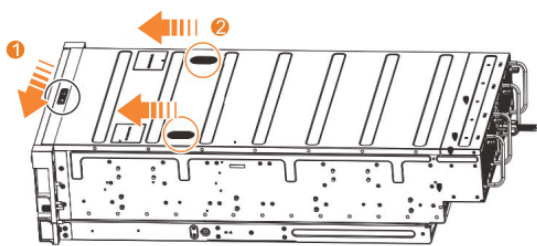

Figure 52. Libération du capot du boîtier d'extension 5U
1. Faites glisser la patte de déverrouillage (1) dans la direction indiquée dans la Figure 52, à la page 56.
2. Faites glisser le capot vers l'avant du boîtier d'extension (2), comme indiqué dans la Figure 52, à la page 56.